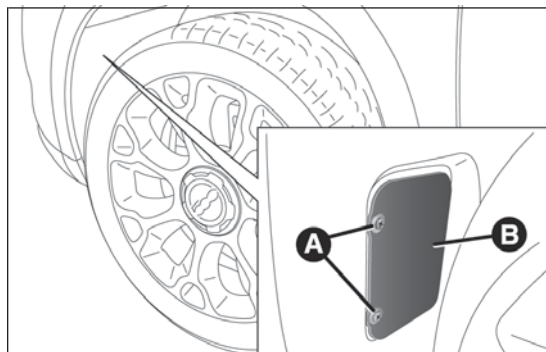

fig. 179
- ☐ aflojar los tornillos A fig. 179 y retirar la tapa B;